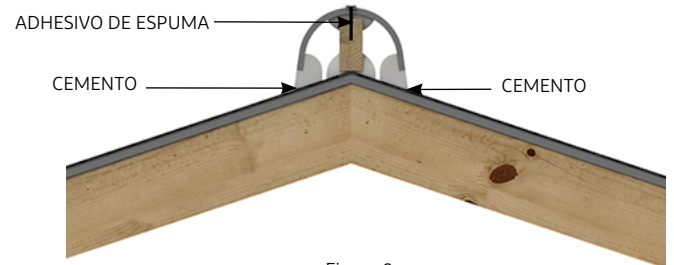

Figura 9.
5. Rellene con cemento el espacio abierto entre la parte superior de la teja clásica en cerámica y la parte inferior del borde de la cumbrera. Rellene hasta darle un acabado adecuado. (Ver Figura 9)